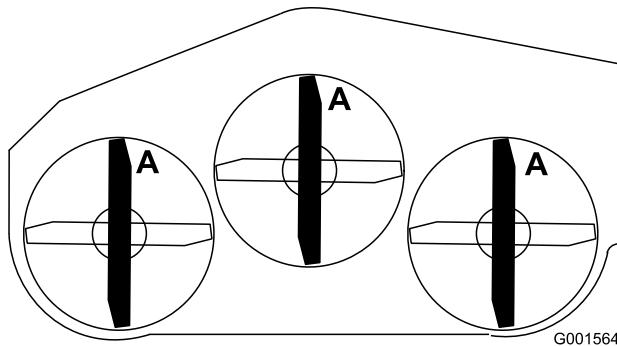

Figure 60
1. Tournez les lames dans le sens longitudinal (Figure 60).